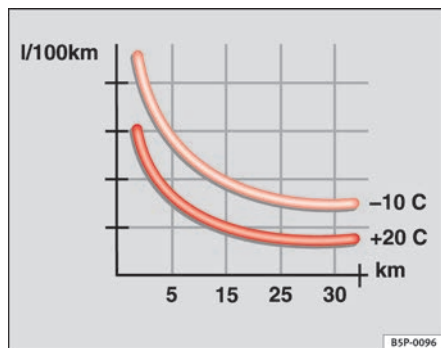

Fig. 155 Consumo de combustível em l/100km com temperatura ambiente diferente.
- A **Fig. 155** mostra a diferença do consumo no mesmo percurso a +20 °C (+68 °F) e a -10 °C (+14 °F).